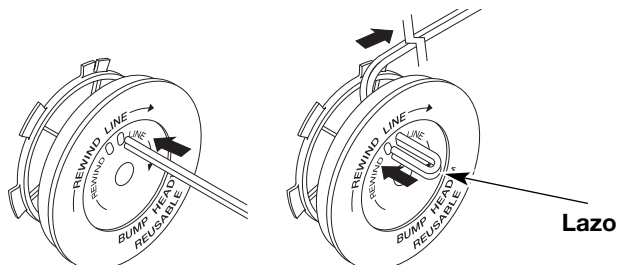

Fig. 21
8. Tome aproximadamente 3 m (10 pies) de nueva línea de corte. Inserte un extremo de la línea a través de uno de los orificios del carrete interior (Fig. 21). Pase la línea a través del carrete interior hasta que queden sólo 4 pulgadas fuera.
9. Inserte el extremo de la línea en el orificio abierto del carrete interior y tire de la línea en forma ajustada a fin de que el lazo sea lo más pequeño posible (Fig. 21).